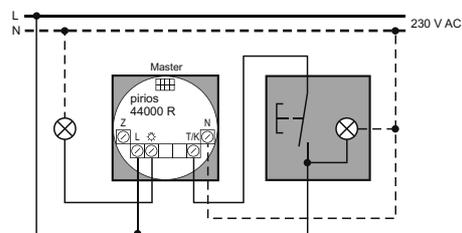

Fig. 1 Tasterfunktion Ein/Öko-Aus
- Funktion Ein/Öko-Aus: Anschluss an T/K, Wirkung auf Master (Schema Fig. 1); Einstellung IMPULS bewirkt Retrigger